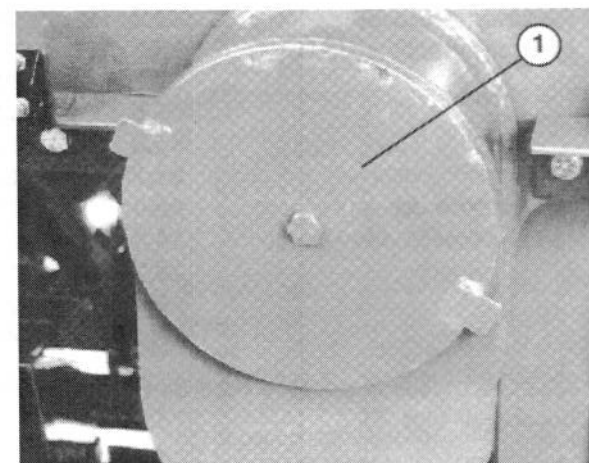

Figure 3
1. Enlever le couvercle du réducteur (Fig. 3).